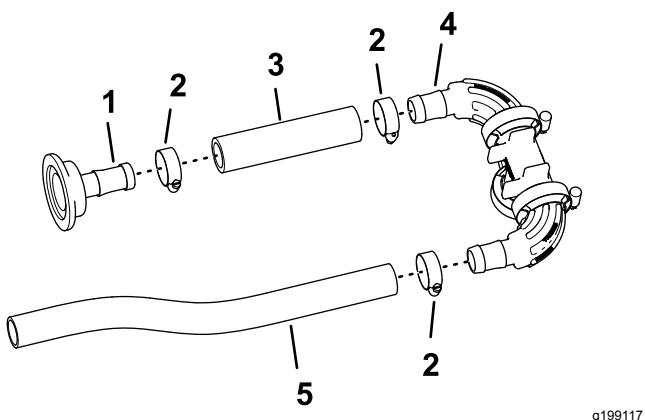

图90
- 如图90 所示用软管夹将软管 1 x 5¾ 英寸的另一端安装到歧管的宝塔接头上然后用手拧紧软管夹具。
- 用软管夹将软管 1 x 16 英寸安装到歧管的另一个宝塔接头上然后用手拧紧夹具图90。